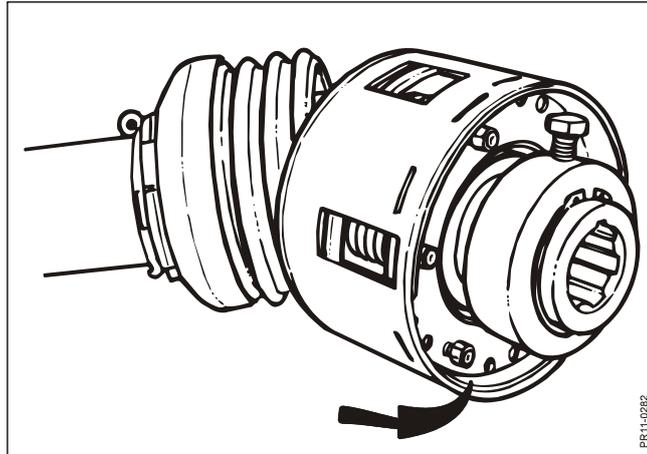

Fig. 6-4
**Fig. 6-4** Antes de poner en marcha una nueva máquina y después de un periodo prolongado de parada, p. ej. después del almacenamiento durante el invierno, **el embrague se debe "airear" del modo siguiente:**